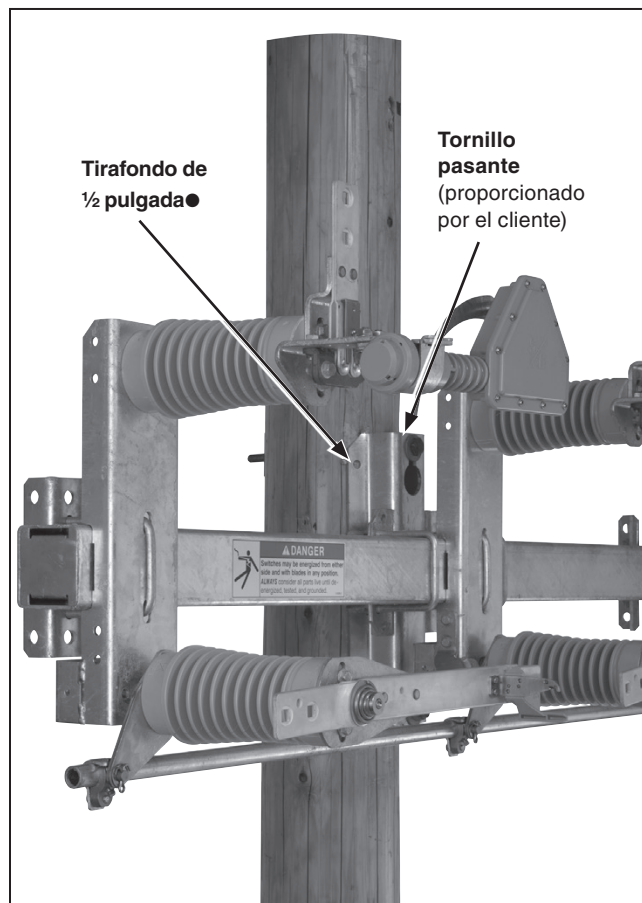

Figura 6. Detalle típico de la sujeción de la ménsula de montaje (se muestra la configuración de montaje vertical).
- (h) Apriete bien los tornillos pasantes. Instale los dos tirafondos de ½ pulgada de diámetro enfrente de la ménsula de montaje, en posición diagonal uno del otro. Ver Figura 6.
- Apriete firmemente los tornillos pasantes. Instale los dos tirafondos de ½ pulgada de diámetro en el frente de la ménsula de montaje, diagonalmente uno de otro. Vea la Figura 6 en la página 11.